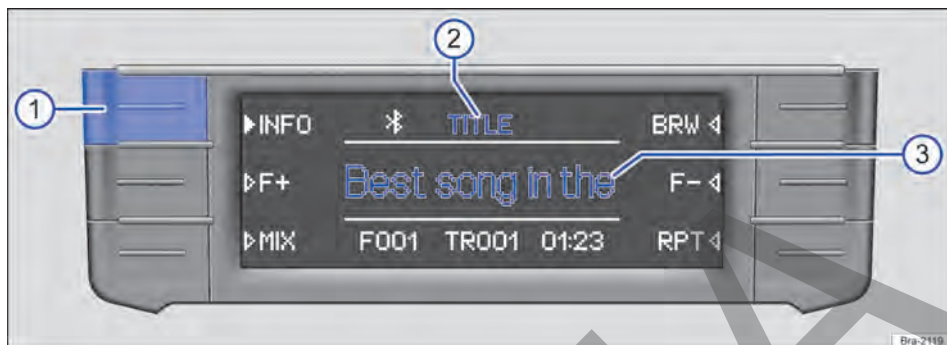

Fig. 136 Ejemplo de visualización en el modo Media: información de las pistas de un CD de MP3 que se está reproduciendo.
En los CD de audio sin texto de CD solo se muestra en la línea central del display → fig. 136 ③, TRACK y el número de la pista, según el orden de la unidad de almacenamiento de datos.
En el centro de la línea superior del display se muestra el tipo de información de la pista seleccionada, por ejemplo, TITLE → fig. 136 ②.
- Pulse brevemente la tecla de función (INFO) → fig. 136 ① para cambiar el tipo de información que se muestra de la pista.
Indicación → fig. 136 ②	Información de la pista → fig. 136 ③
Indicación → fig. 136 ② Información de la pista → fig. 136 ③